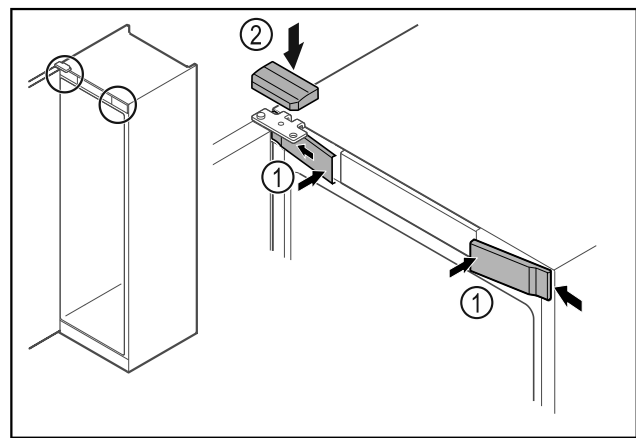

Fig. 47 *
- Skyv de fremre dekslene Fig. 47 (1) inn på siden, og smekk dem på plass.*
- Smekk det øvre dekselet Fig. 47 (2) på plass ovenfra.*